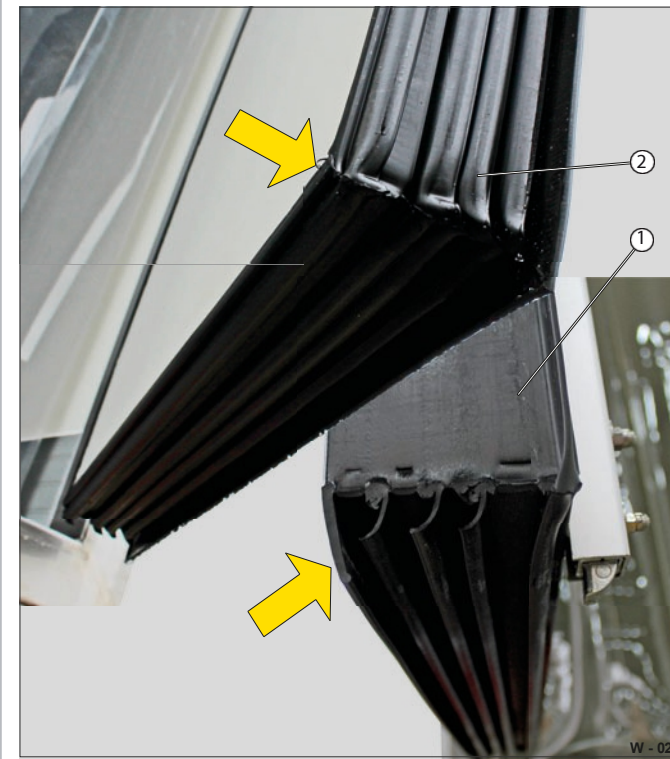

Fig. 12 Dørtætning, 5-panel (fryser)
- Tør den indvendige tætningsflade (fig. 12/1) og tætningslæberne (fig. 12/2) af hele vejen rundt med en fugtig klud.